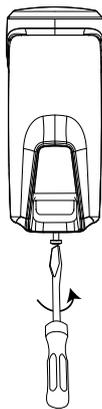

Figure 12 : Dévissage du support
1. Desserrez la vis inférieure du support et retirez le détecteur. Voir Figures 12 et 13.